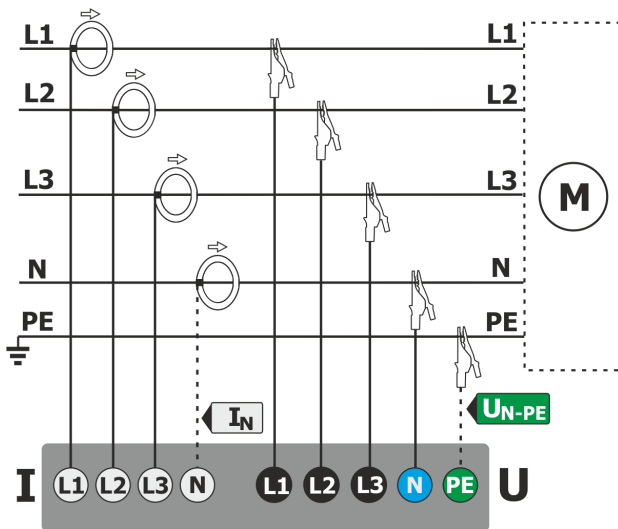

Fig. 60. Esquema de conexión - sistema trifásico de 4 hilos, trifásico de 4 hilos sin U L2 (2½ elementos).
- sistema trifásico de 4 hilos, trifásico de 4 hilos (sin U L2) (Fig. 60),
*Para calcular correctamente la potencia aparente total S_e y el factor de potencia total PF en el sistema trifásico con 4 conductores, es necesaria la medición de corriente en el conductor neutro. En tal caso siempre es necesario activar la opción **Registrar la corriente en el conductor N** y conectar cuatro pinzas como se muestra en la Fig. 60. Más información sobre la potencia aparente total S_e se puede encontrar en la sección 5.3.5.*